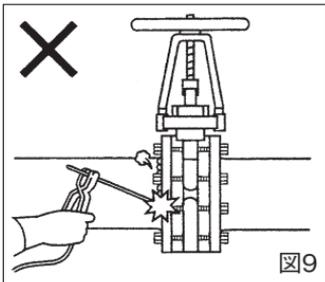

図9
Q. バルブを取り付けてからのフランジ溶接は絶対に避けてください。熱でシートが損傷します。(図9)